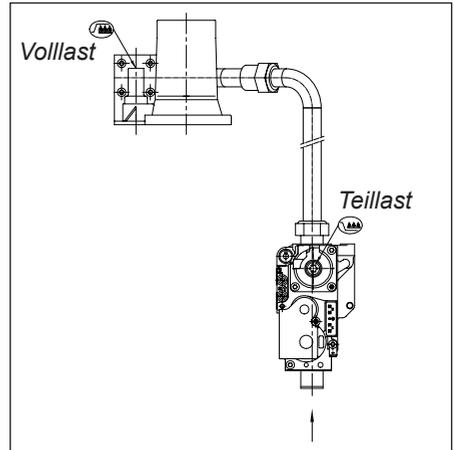

Bild 16 Einstellpunkte
- Die Einstellschraube Volllast (*siehe Bild 16*) im Uhrzeigersinn verstellen:
- Falls erforderlich mit der Einstellschraube Volllast, siehe Bild 16, nachstellen, so dass die in nachstehender Tabelle aufgeführten Werte erreicht werden.
- Nötigenfalls mit der Einstellschraube Teillast nachstellen, *siehe Bild 16*.